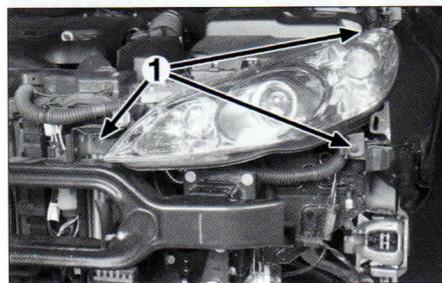

FIG. 3
Desmontar las 3 fijaciones (1) y separar el proyector (fig. 3)